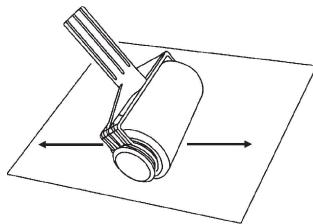

Fig.2
5. Ahora debes "cargar" el "Paint Runner". Para ello, hágalo rodar sobre papel de periódico viejo durante 2-3 minutos, hasta que se vea pintura por todo el rodillo (Fig.2).